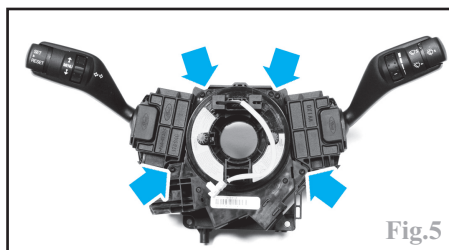

Fig.5
- le contacteur tournant (Fig.5) après avoir immobilisé le ressort sur une partie fixe du contacteur (avec du ruban adhésif).